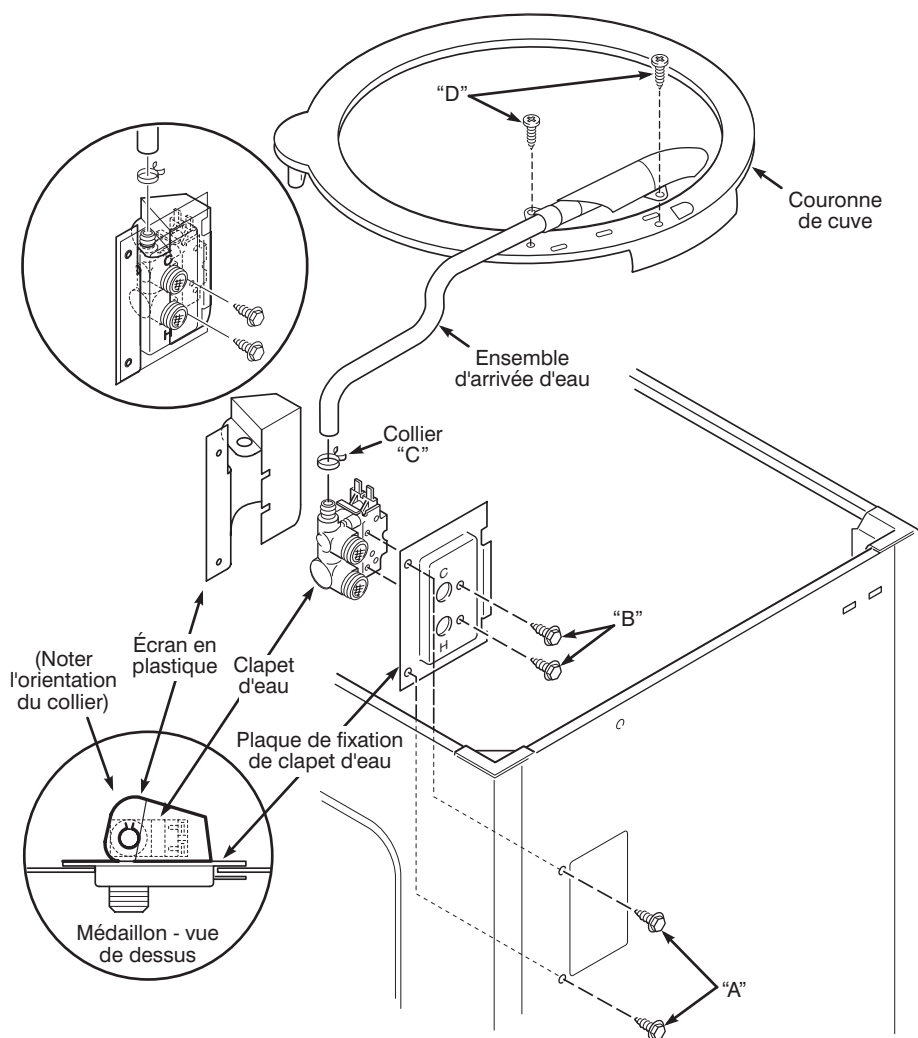

Figure 8
2. Enlever en premier les deux vis de l'arrivée d'eau (voir figure 8) marquées «D», ensuite enlever le collier marqué «C» et mettre le tuyau de côté.
1. Monter les deux vis de fixation (marquées «B») dans la plaque de fixation de clapet d'eau et dans le clapet. Voir figure 8.
2. Enrouler un film en plastique autour de la soupape d'eau, comme le montre le médaillon de la figure 8. Monter la soupape dans le trou du coffret, avec le protecteur en place.